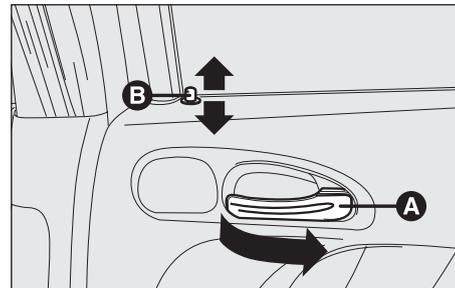

Abb. 3
– Für Öffnen die Tür am Griff (**A, Abb. 3**) ziehen.
– Für Schliessen der Tür den Sicherungsstift (**B, Abb. 3**), auch bei geöffneter Tür, hinunterdrücken und dann die Tür schliessen.